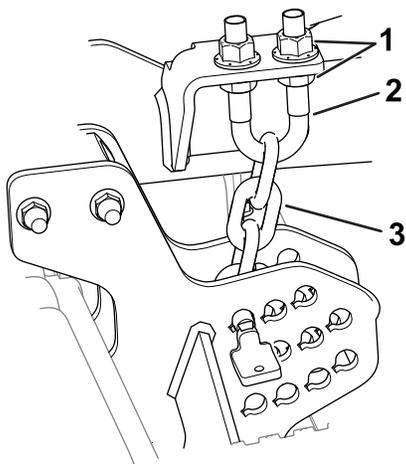

Figura 7
7. Afloje las contratuercas inferiores del perno en U de la cadena de altura de corte (**Figura 7**).
8. Ajuste las tuercas (**Figura 7**) para elevar o bajar la parte trasera de la unidad de corte hasta que las puntas de las cuchillas traseras estén de 6 a 10 mm más altas que las puntas delanteras.